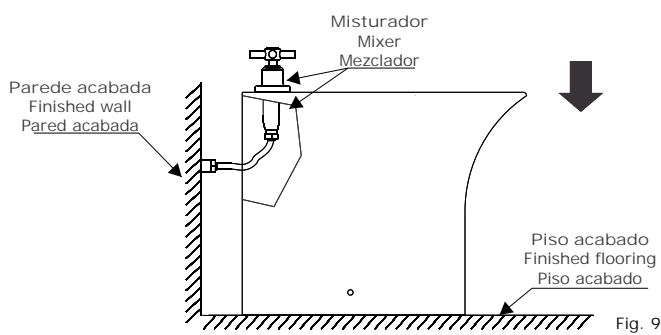

Fig. 9
- 6** Pressione o bidê contra o piso e fixe o bidê com a bucha plástica e parafuso de fixação lateral (Itens 04 e 05), e colocar os acabamentos (Item 06). Conforme Fig. 9.
Pressure the bidet against the floor so that the Vedafixa is squashed and fit it with the plastic bushing and the lateral fitting screw (items 04 and 05), and place the finishing (item 06). According to Fig. 9.
Obs.: Para melhor fijación del bidé en el piso, rosquear el tornillo (item 05) apuntando hacia abajo. De acuerdo a la Fig. 9.
Presione el bidé contra el piso para que la Vedafixa sea aplastada y fijelo con el buje plástico y el tornillo de fijación lateral (Items 04 y 05), y colocar los acabamientos (Item 06). De acuerdo a la Fig. 9.